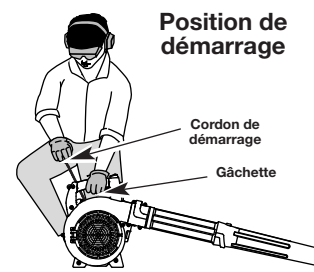

Fig. 13
**REMARQUE :** L'appareil devrait être démarré au ralenti. Ne pas appuyer sur la manette pendant le démarrage (Fig. 13).
- Accroupissez-vous dans la position de démarrage et tirez sur le cordon de démarrage jusqu'à ce que vous sentiez une résistance. Ceci est normalement environ de 2 à 4 pouces (5 à 10 cm). Tirez 4 fois sur le cordon dans un mouvement rapide mais homogène (Fig. 13).